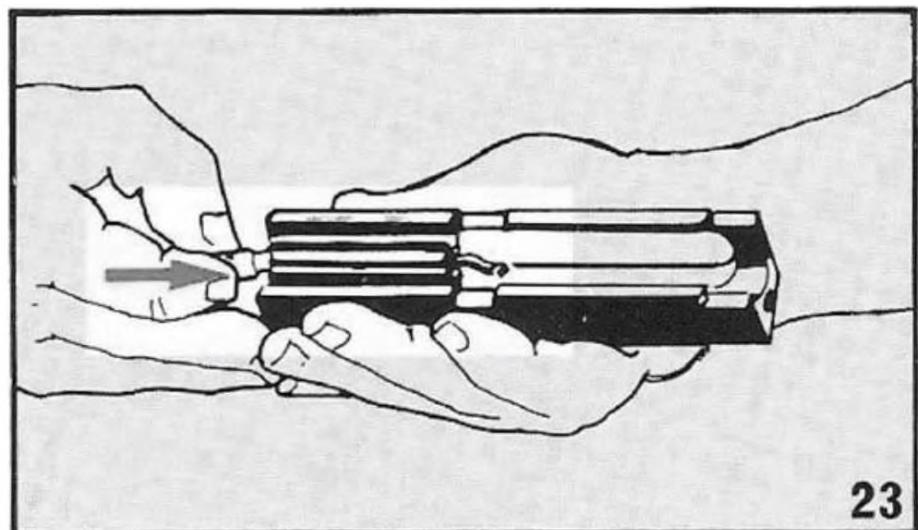

Рисунок 4.27 – Порядок вилучення екстрактору
- 2) зніміть екстрактор, витягуючи його назад (рисунок 4.27).